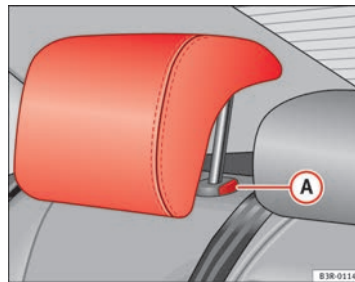

Fig. 112 Plazas laterales del asiento trasero: Apoyacabezas
- Oprima el botón **(A)** ⇒ fig. 112 y descienda el apoyacabezas.
- Apriete la tecla **(A)** ⇒ fig. 112 y, al mismo tiempo, extraiga el apoyacabezas.